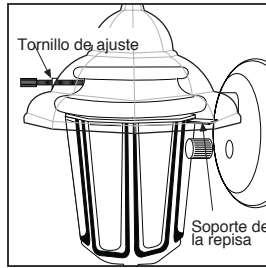

Figura 7
- f. Para las unidades con vidrio y tornillo de ajuste delantero, afloje cuidadosamente el tornillo, quite el vidrio y coloque la bombilla. Vuelva a unir el vidrio cuidadosamente, ajustando la parte trasera de éste en los soportes de las repisas. Fije el vidrio con los tornillos de ajuste. Fjese que el tornillo de ajuste y el soporte de la repisa estén a distintos niveles en el vidrio cóncavo (ver la figura 7).